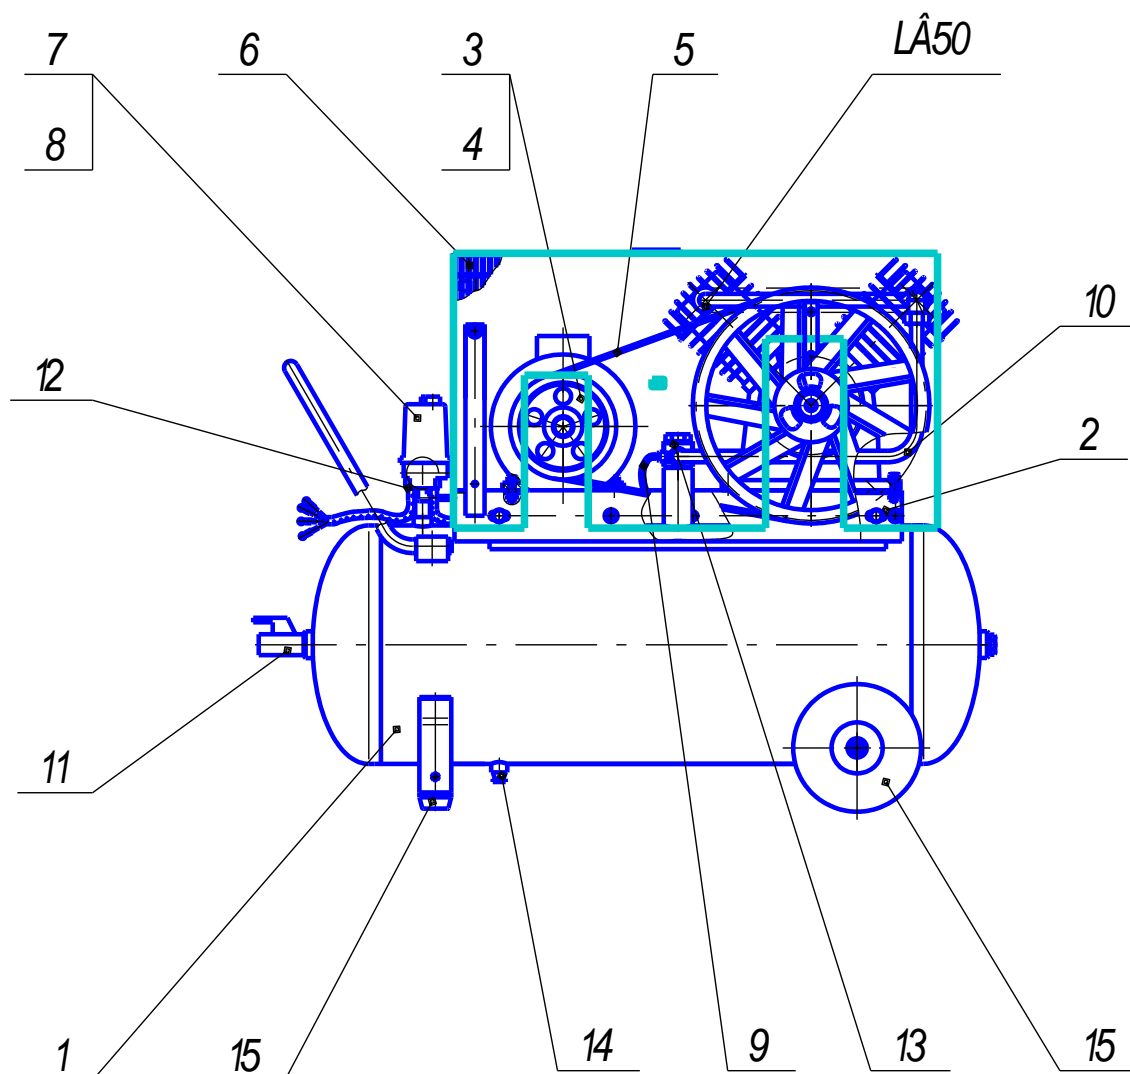
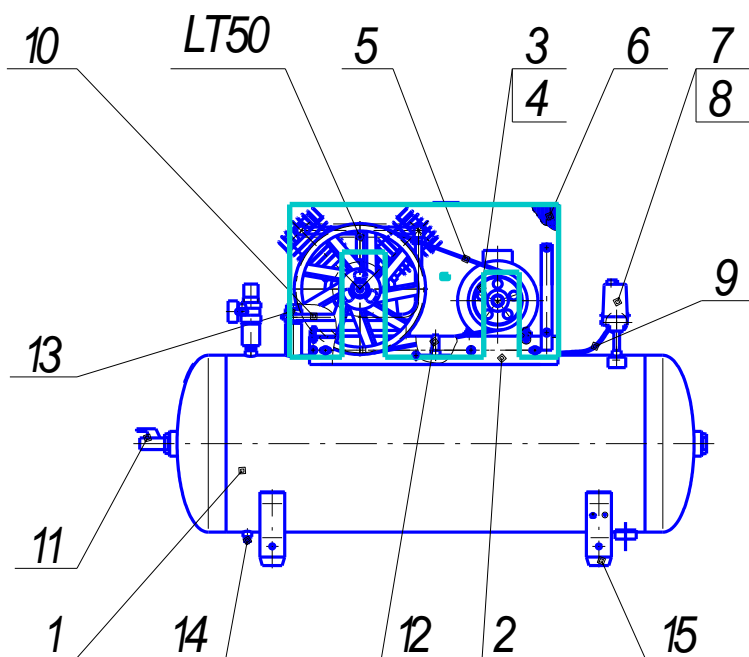
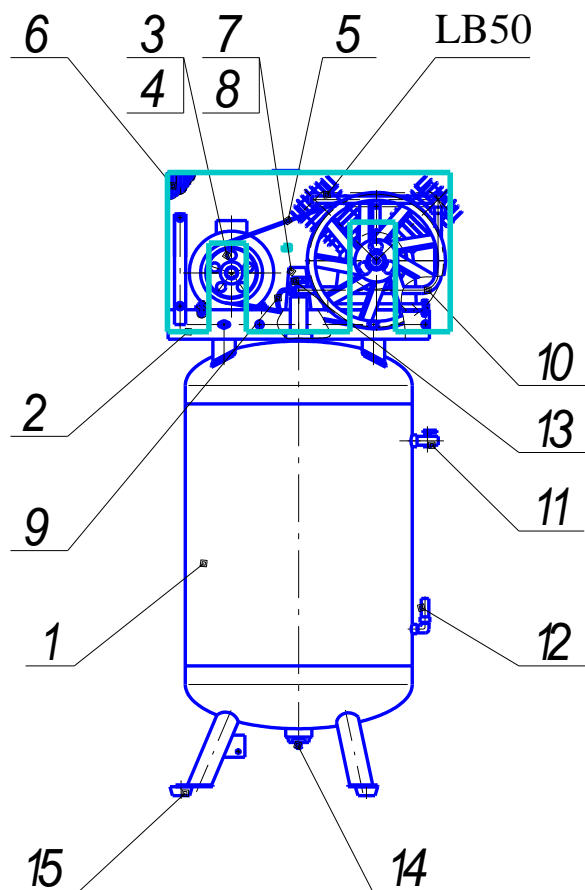

Рис. 1
Рис. 2
Рис. 3
2.8. Общий вид компрессора представлен на рис. 1, 2, 3, схема электрическая принципиальная – на рис. 4, каталог запасных частей – в Приложении.
**Примечание:** комплект колес и амортизаторов для компрессоров СБ4/С-100.LB50 (поз. 15, см. рис. 1), комплект колес СБ4/Ф-270.LB50 (поз. 15, см. рис. 2), комплект амортизаторов для компрессора СБ4/Ф-270.LB50В (поз. 15, см. рис. 3), а также детали их крепления упакованы отдельно.
5.1. Компрессор (рис.1) состоит из следующих основных сборочных единиц и деталей: блока поршневого LB50, ресивера (воздухосборника) 1, платформы 2, электродвигателя 3 со шкивом 4, клиновых ремней 5, защитного ограждения 6, телепрессостата 7, манометра 8, воздухопровода сброса давления 9, нагнетательного воздухопровода 10, крана 11, клапана предохранительного 12, клапана обратного 13, крана слива конденсата 14, колес и амортизаторов 15.
Ресивер 1 (см. рис. 1) служит для сбора сжатого воздуха, устранения пульсации давления, отделения конденсата и масла. Ресивер является также корпусом, на котором смонтированы узлы и детали компрессора.